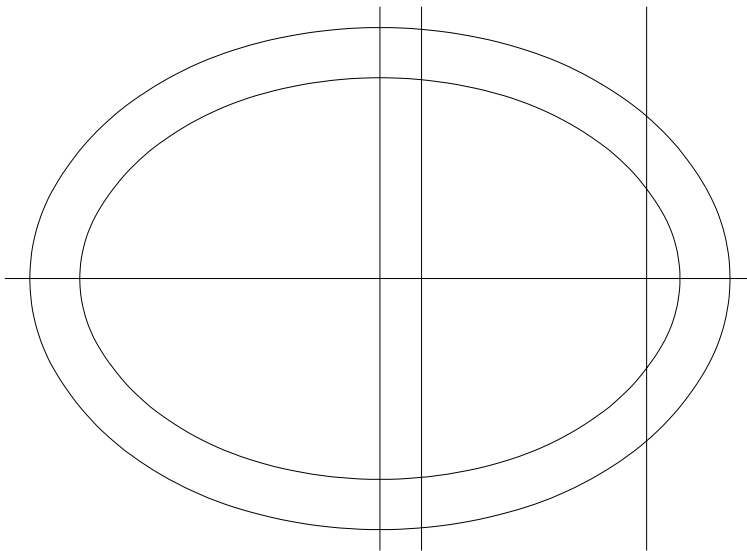

Fig. 3.13
3. Amplasarea originii în locul în care va fi desenată flanșa, respectiv centrul de simetrie al acesteia. Trasarea axelor de simetrie precum și a celor două elipse ce definesc conturul piesei, cunoscând centrul și cele două semiaxe (fig. 3.13).